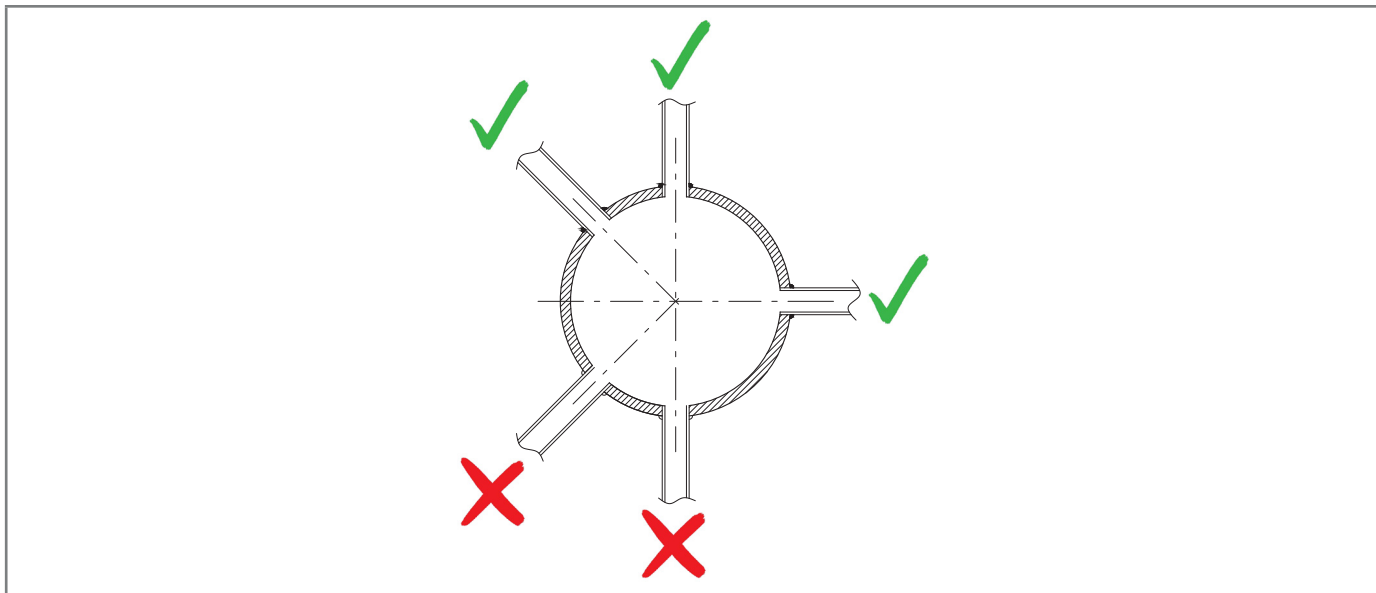

Fig. 6.22. Attacchi saldati della connessione pneumatica
- gli attacchi della connessione pneumatica siano sempre saldati sulla parte superiore o a max 90° sull'asse della tubazione stessa (fare riferimento alla fig. 6.22);